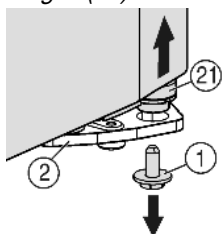
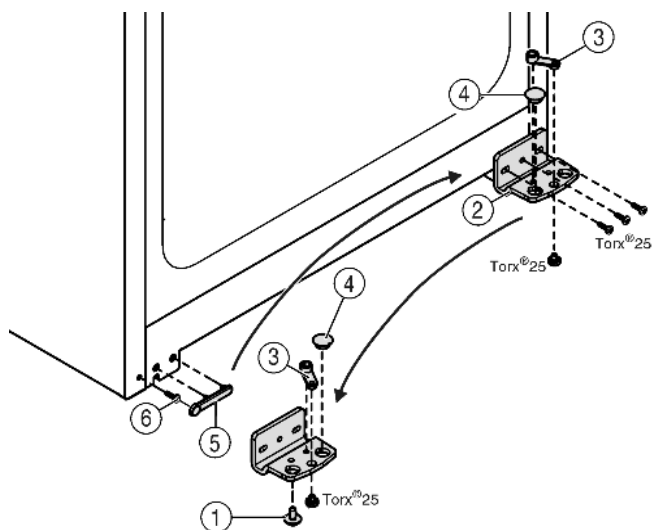

Fig. 6
Fig. 7
- Vpravo dole na stojanu ložiska vyšroubujte pojistný šroub Fig. 6 (1).
- Ložiskový čep Fig. 6 (21) se uvolní ze stojanu ložiska Fig. 7 (2).
- Pokud se ložiskový čep Fig. 6 (21) neuvolní, vytlačte čep zdola.
- Našroubujte stojan ložiska Fig. 7 (2).
- Našroubujte ložiskový díl Fig. 7 (3) a přemístěte do protilehlého upínacího otvoru stojanu ložiska, opět přišroubujte.
- Vyjměte ze stojanu ložiska zátku Fig. 7 (4) a nasadte do protilehlého upínacího otvoru stojanu ložiska.
- Opatrně zvedněte kryt Fig. 7 (5) na straně madla.
- Vyšroubujte šroub Fig. 7 (6) a na protější straně ho opět nasadte.
- Kryt Fig. 7 (5) opět nasadte.
- Přišroubujte opět stojan ložiska Fig. 7 (2) na novou stranu závěsu (sílu 4 Nm), příp. pomocí akumulátorového šroubováku.
- ▶ Zašroubujte a dotáhněte pojistný šroub *Fig. 6 (1)* dole do ložiskového čepu (**silou 4 Nm**).